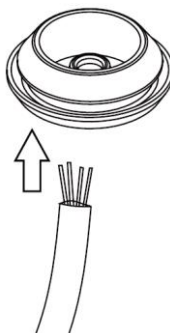

Рисунок 2
4.4 В случае вывода кабеля сверху, необходимо сделать отверстие в установочной поверхности, вытянуть уплотнительную заглушку (рис.2) и протянуть кабель.
В случае вывода кабеля сбоку, необходимо вытянуть уплотнительную заглушку (рис.2) и протянуть кабель через U-образное отверстие, расположенное на монтажном основании.